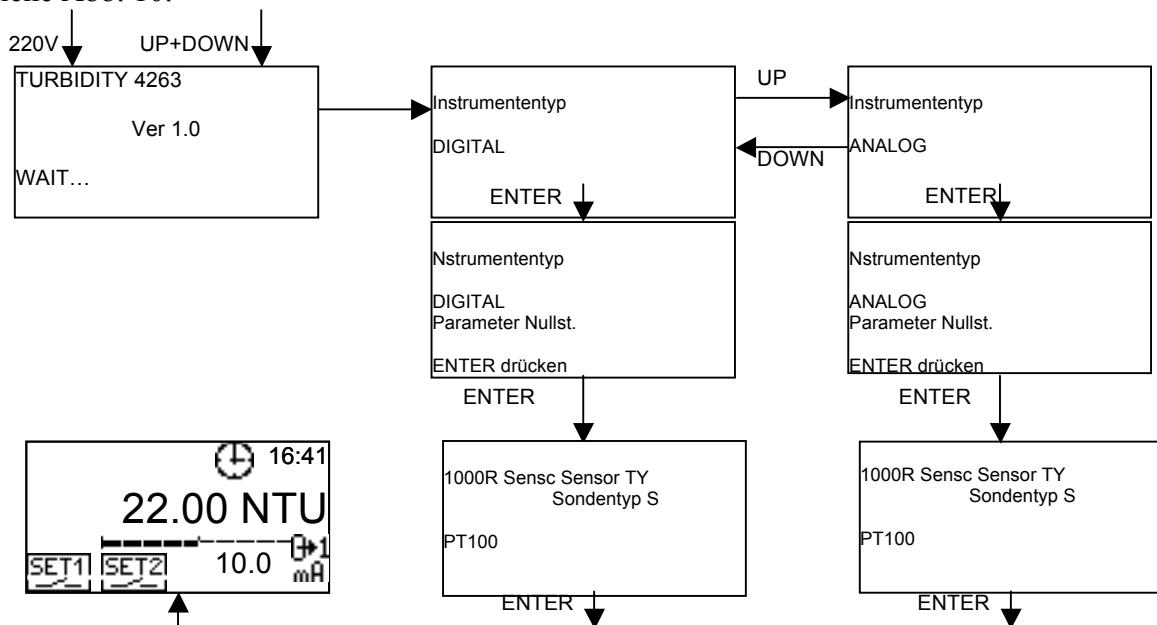

Abbildung 13 – Flow-Chart Instrumenteneinstellung
Dabei kann man Minus- und Pluswerte für die ON- und OFF-Zeit einstellen. (Abb. 13)
*Beispiel. ON Zeit: -5 Sek., OFF Zeit -10 Sek. (Abb. 13.a)*
*Beispiel. ON Zeit: 5 Sek , OFF Zeit 10 Sek. (Abb. 13.b)*
Wird der Sollwert als PID-PWM eingestellt ist es möglich, mit Relais 1 eine Pumpe mit EIN/AUS-Schaltung zu betreiben, als handele es sich um eine Proportionaleinstellung. Für diese Funktion ist das Programmieren eines Zeitraums (in Sekunden) erforderlich, in dem anschließend die Berechnung der PWM Regelung erfolgt. Max. programmierbarer Zeitraum von 999 Sekunden, stufenweise Einstellung zu je 1 Sekunde. Es wird empfohlen, mit kurzen Zeiten zu beginnen und diese dann anschließend zu steigern, um abrupte Änderungen während der Messung zu vermeiden. Zur Funktionsweise des Relais mit PID-PWM siehe Abb. 13.b